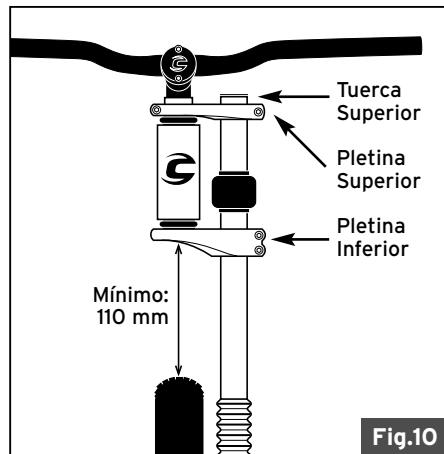

Fig.10
1. Desenrosque los tornillos de las pletinas y deslice el brazo sobre estas hasta que la pletina inferior se encuentre a 110 mm del neumático. Vea Fig. 10. Haga una marca en este punto del brazo con un lápiz o un trozo de cinta adhesiva. No arañe el brazo de la horquilla con un clavo u otro objeto punzante. Esta es la posición segura mas baja de las pletinas de la horquilla.